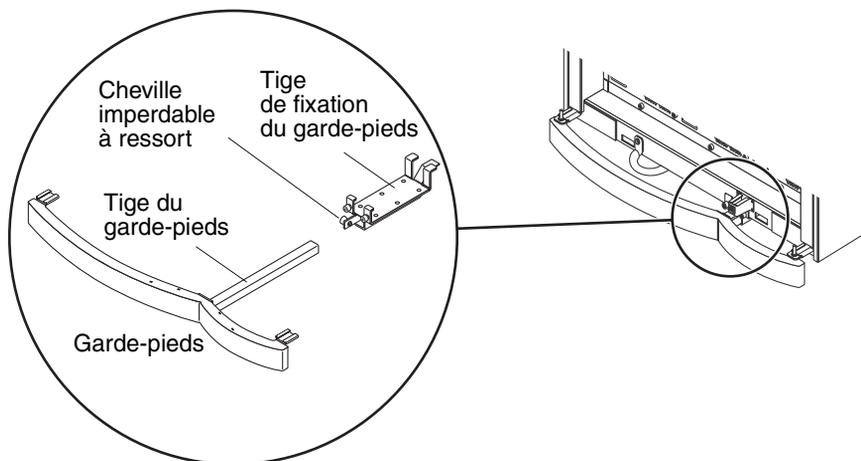

FIGURE 4-2 Démontage des garde-pieds de l'armoire
2. **Retirez les blocs garde-pieds et tige de fixation à l'avant et à l'arrière (FIGURE 4-2).**